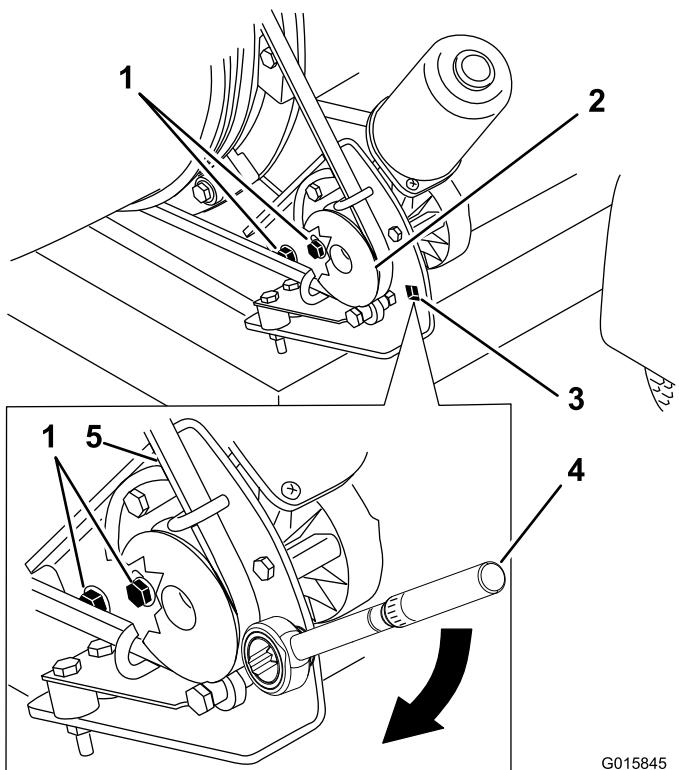

Figura 33
1. Allentate i bulloni che fissano la staffa di supporto della puleggia al telaio del soffiatore (Figura 33).
2. Posizionate una chiave torsiometrica nella staffa di supporto della puleggia (Figura 33).
3. Girate la staffa di supporto della puleggia allontanandola dall'ugello del soffiatore finché la chiave torsiometrica non registra un valore tra 22,6 e 26,0 N·m (Figura 33).